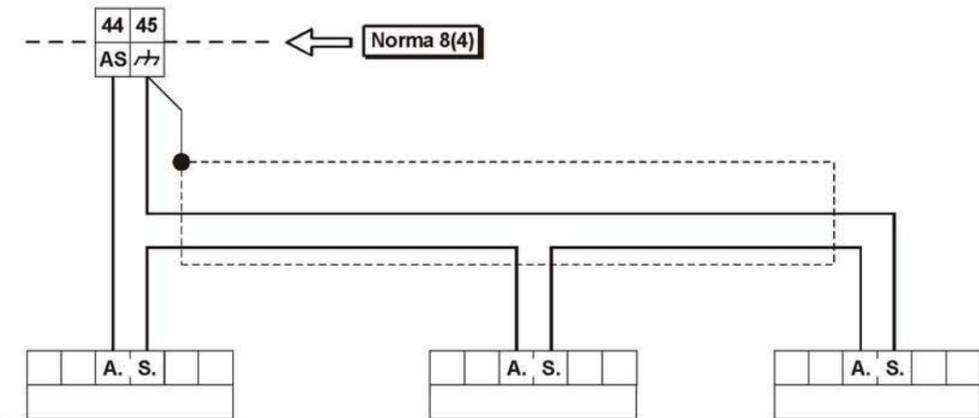

Figura 12 Collegamento dei contatti antisabotaggio.
**Avvisatore Telefonico** La centrale mette a disposizione un opportuno morsetto, 9[+AT], per il collegamento della linea di ingresso degli avvisatori telefonici. Nella figura 12 è illustrato il collegamento della centrale con l'Avvisatore telefonico Bentel AT171.